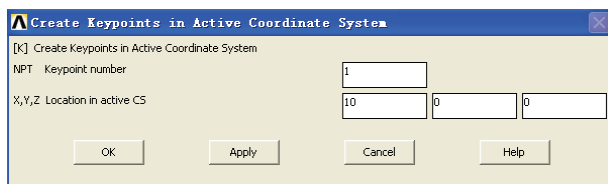

图 5-175 生成关键点对话框
1) 选择 Main Menu | Preprocessor | Modeling | Create | Keypoints | In Active CS 命令, 出现 Create Keypoints in Active Coordinate System 对话框。参照图 5-175 所示对其进行设置, 单击 OK 按钮关闭该对话框。